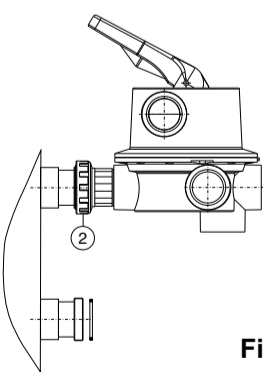

Fig. 2
2. Das Ventil mit der Mutter (2) auf den oberen Filteranschluss leicht aufschrauben, so dass das Ventil auf der Achse der Mutter verdreht werden kann, s. Abb. 2. Sicherstellen, dass der O-Ring (4) im Dichtungssitz anliegt, bevor die Mutter (2) festgezogen wird.
1. Roscar o colarinho (1) directamente na válvula selectora e na boca marcada com TOP colocando a junta plana de fundo (3) e intercalando a porca (2) de acordo com a figura (1). Apertar bem o colarinho (1) para garantir uma perfeita estanqueidade.
2. Unir a válvula à saída superior do filtro, roscando suavemente a porca (2), de forma a que a válvula possa girar sobre o eixo de porca, de acordo com a fig. 2. Certifique-se de ter colocado a junta tórica (4) no seu lugar, antes de apertar a porca (2).